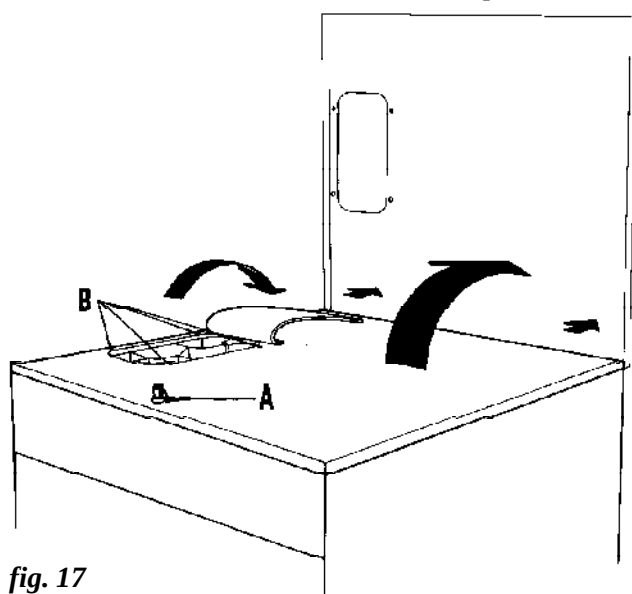
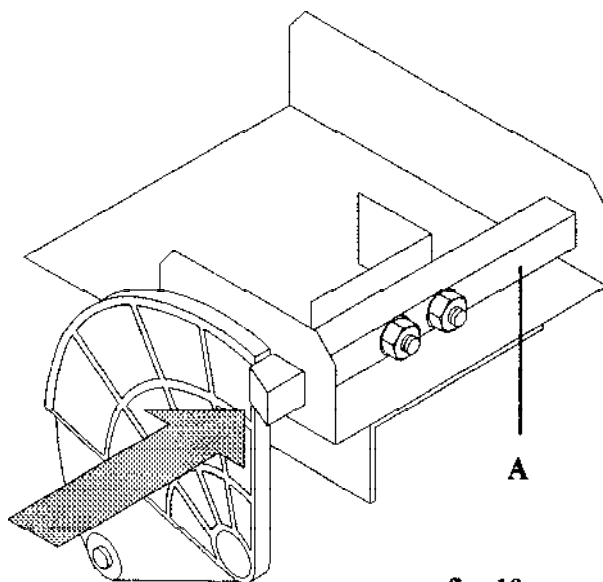

fig. 17
fig. 18
- Unlock at the top cover (fig. 17/A).
- Remove the four screws (B) that secure the dispenser to the top cover.
- Manually move the lock slide (fig. 18/A) to the washer's top rear side. At the same time, open loading door.
- Abrir la cerradura de la tapa superior de la lavadora (fig. 17/A).
- Desmontar los cuatro tornillos (B) de unión del dosificador con la tapa superior.
- Desplazar manualmente la corredera cierre (fig. 18/A) hacia la parte posterior de la lavadora. Simultáneamente, abrir la puerta de carga.
- Ouvrir la serrure du couvercle supérieur de la machine (fig. 17/A).
- Enlever les quatre vis (B) d'union du bac distributeur avec le couvercle supérieur.
- Déplacer manuellement la coulisse fermeture (fig. 18/A) vers l'arrière de la machine. En même temps, ouvrir la porte de chargement.